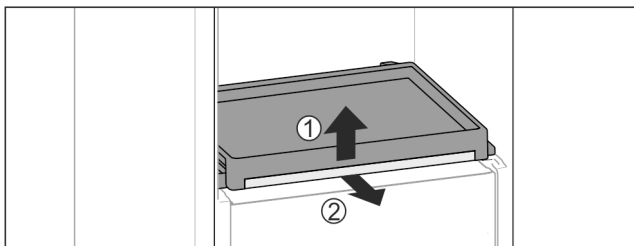

Fig. 111
- ▶ Scoateți raftul extractibil cu placa de sticlă: Ridicați ușor placa de sticlă în față Fig. 111 (1) și extrageți-o spre înaintea Fig. 111 (2).